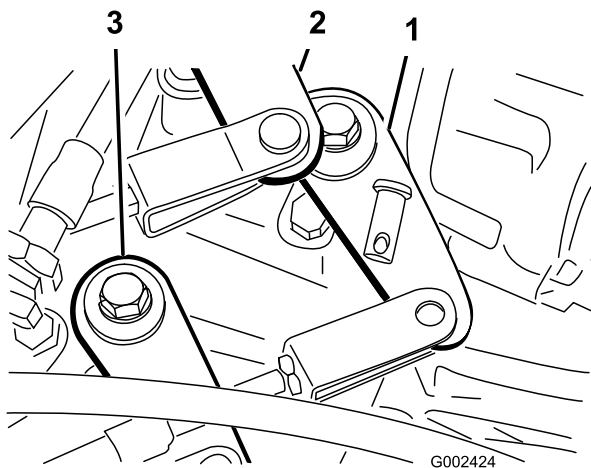

Bild 51
2. Nehmen Sie die Lastösenbolzen ab, mit denen die Schaltzüge an den Getriebechalthebeln befestigt sind (Bild 51).
1. Nehmen Sie die Lastösenbolzen ab, mit denen das Kabel (schneller/langsamer Gang) am Getriebe befestigt ist (Bild 51).